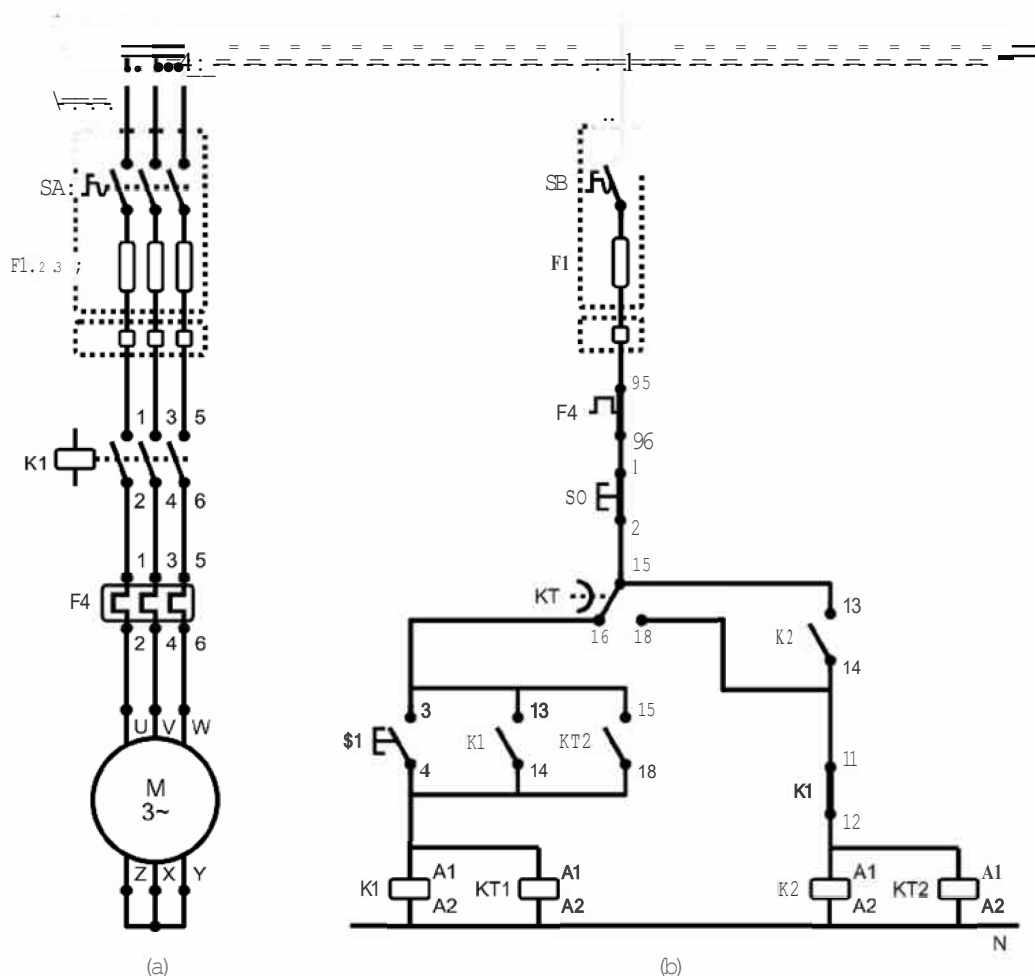

Figura 26. Esquemas de ligação para ciclo perpétuo;
- Verifique se o esquema de ligação da placa do motor confere com esquema de ligação apresentado na figura 26(a);
- Depois de concluídas as ligações elétricas, ajuste o time dos temporizadores e coloque o motor para funcionar, através do acionamento da botoeira S1(NA) apresentada na figura 26(b);
- Desligue o motor, através do acionamento da botoeira S0(NF) e observe que os circuitos de comando e de força (motor) serão completamente desenergizados.